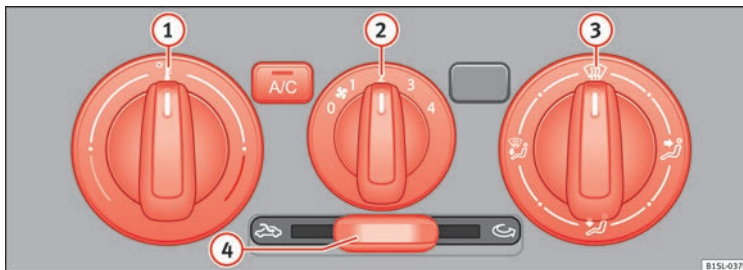

Fig. 38 En la parte superior de la consola central: mandos del aire acondicionado manual y del sistema de calefacción y aire fresco.
Desconectar	Se desconecta girando el regulador central (2) a la posición » fig. 38.
Temperatura	Con el regulador giratorio izquierdo (1) » fig. 38 se ajusta la temperatura.
Ventilador Con el regulador giratorio central (2) » fig. 38 se ajusta la velocidad del ventilador.
Distribución del aire	Con el regulador giratorio derecho (3) » fig. 38 se ajusta la distribución del aire. : Distribución del aire hacia la parte superior del cuerpo a través de los difusores de aire del tablero de instrumentos. : Distribución del aire hacia la zona reposapiés. : Distribución del aire hacia el parabrisas y la zona reposapiés. : Eliminar el hielo del parabrisas. Se elimina el hielo del parabrisas lo más rápidamente posible y se desempaña el mismo (función de desescarchado/desempañado).
Con el regulador desplazable  » fig. 38 se conecta y desconecta la recirculación de aire » pág. 139.